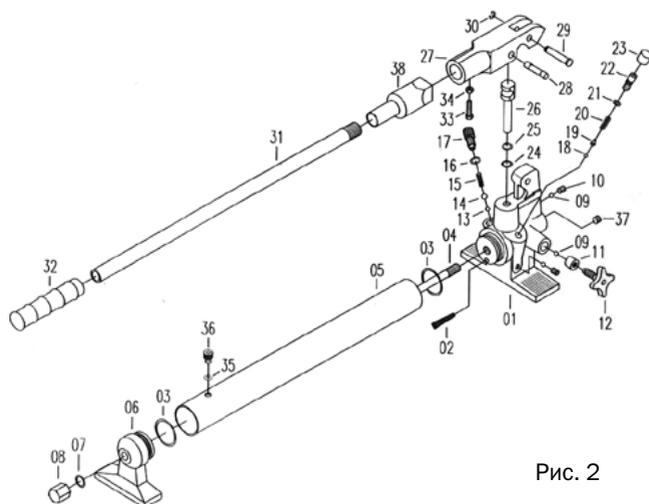

Рис. 2
2. Плотнo закройте управляющий клапан (Рис.2, п.12) поворотом его головки по часовой стрелке. Пожалуйста, делайте это аккуратно. Приложение большого усилия может привести к повреждению клапана.
3. Качая ручку насоса (Рис.2, п.31) вверх-вниз, создайте давление в насосе. Ручка насоса связана с плунжером, который осуществляет возвратно-поступательное движение и тем самым создаёт нагнетание гидравлического масла. Рабочее давление, необходимое для работы гидравлического оборудования и ручного инструмента, достигается при помощи одноступенчатой системы подачи масла, при этом величина максимального давления настраивается производителем на заводе с помощью предохранительного клапана.
4. Для сброса давления откройте управляющий клапан (Рис.2, п.12) поворотом против часовой стрелки.
1. Когда ручной гидравлический насос не используется, он должен храниться с открытым управляющим клапаном (Рис.2, п.12)
2. Для проверки уровня масла приведите гидравлический насос в вертикальное положение. Извлеките масломерный стержень и определите по нему уровень масла. Если необходимо, добавьте гидравлическое масло в систему через заливной клапан (Рис.2, п.8), пока его уровень не дойдёт до верхней контрольной отметки уровня на стержне. Гидравлический насос на заводе был заправлен высококачественным гидравлическим маслом. Используйте только специальное веретённое масло.